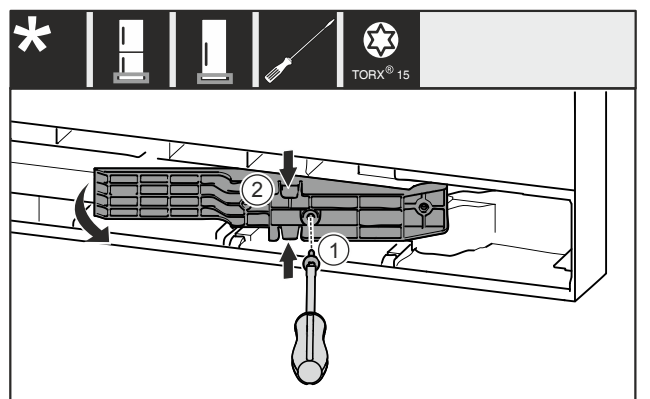

Fig. 22 *
- ▶ 移除螺栓 Fig. 22 (1)。*
- ▶ 将上方和下方适配件 Fig. 22 (2)轻轻挤压在一起，然后向前拉出。*